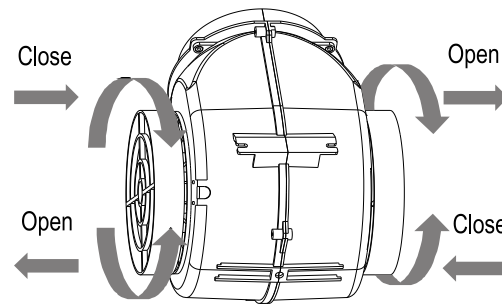

Fig.9
- Los filtros de carbón se colocan en ambos extremos del motor. Gire los filtros de carbón hasta que queden fijos para colocarlos. (Ver Fig. 9)